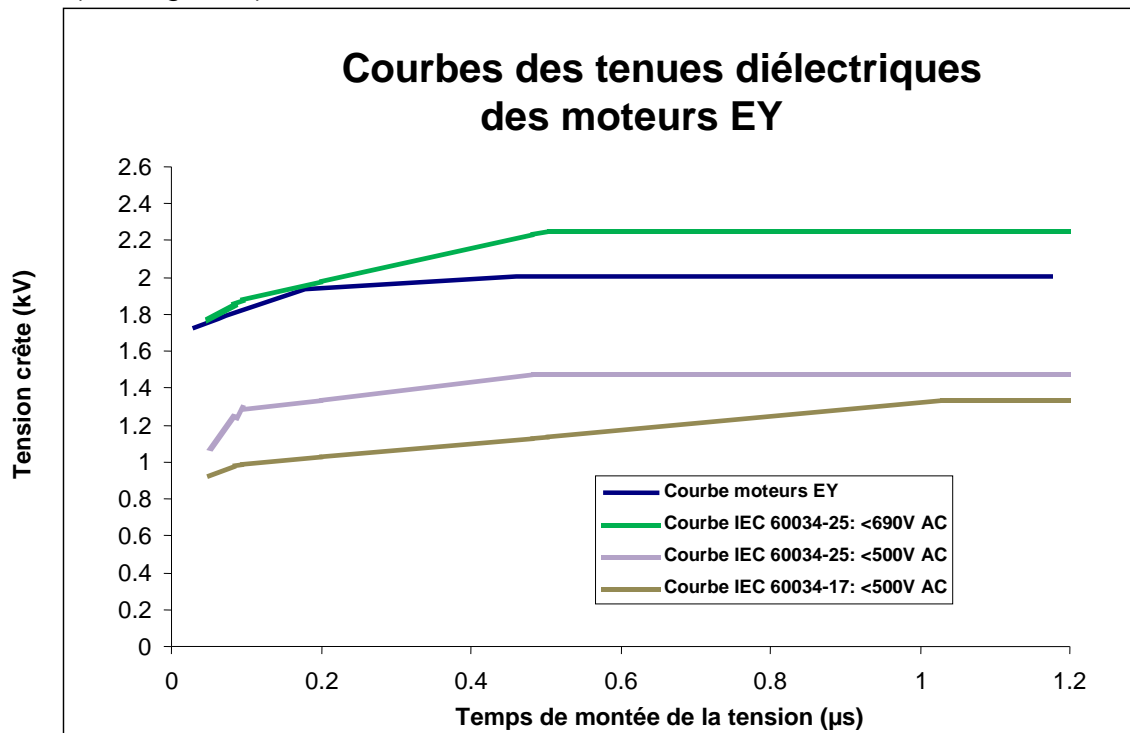

Figure 1: Tenues diélectriques minimum pour des isolations moteurs en accord avec les normes CEI. Les tenues typiques des servomoteurs EY sont données en haut.
Les moteurs alimentés par convertisseurs sont sujets à de plus grandes contraintes que dans le cas d'une alimentation sinusoïdale. L'utilisation combinée de variateurs à commutations de tension rapides et de câbles provoque une surtension due aux effets de transmission de la ligne. La tension crête est déterminée par la tension d'alimentation, la longueur des câbles et le temps de montée de la tension. Par exemple, avec un temps de montée en tension de 200 ns et un câble de 30 m, la tension aux bornes du moteur est deux fois plus élevée que celle présente aux bornes du variateur. Le système d'isolation des servomoteurs EY est conçu pour tenir des impulsions de tension importantes et répétitives qui excèdent largement les recommandations de la norme CEI 60034-25 éd. 2.0 2007-03-12, pour des moteurs sans filtre alimentés jusqu'à 500V AC (Voir figure 1).
- Les montées en tension répétitives ne doivent pas excéder les valeurs indiquées dans la figure 1, "Courbes moteurs EY" en bleu foncé.